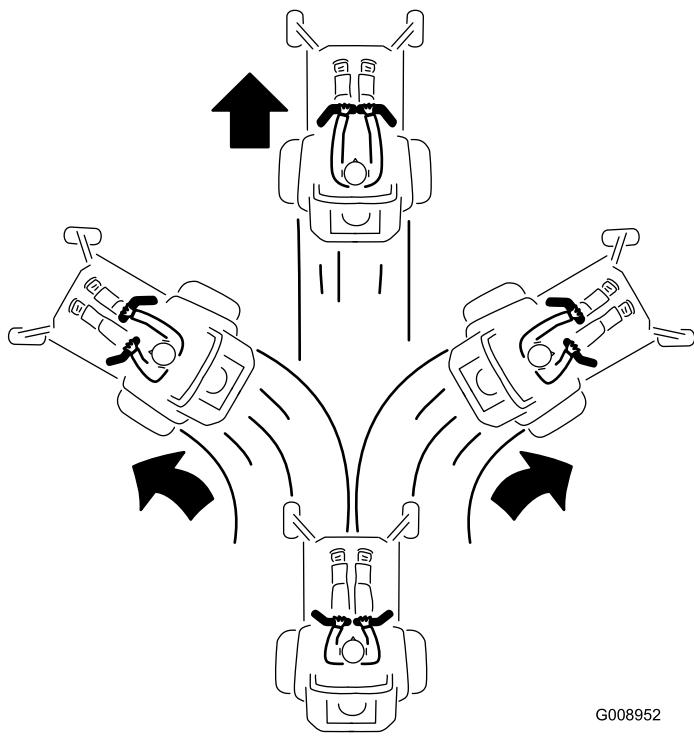

Bild 27
3. Drücken Sie die Fahrantriebshebel langsam nach vorne, um vorwärtszufahren (Bild 27).